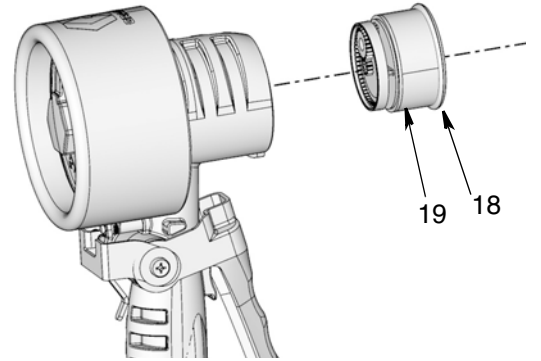

FIG. 12
5. Déposer le joint (18) et l'ensemble du piston (19). Si l'ensemble du piston reste coller, légèrement taper le corps contre une surface plate pour qu'il se détache (FIG. 12).